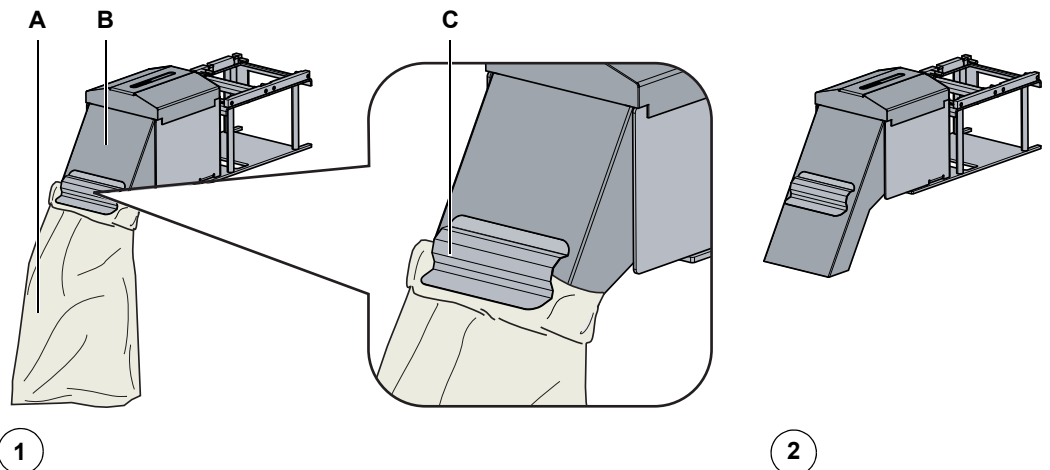

Fig. 7-10 Changement du sachet d'évacuation
- 1 Levez la fixation (C) pour retirer le sachet d'évacuation (A) Fig. 7-10 , 7-21.
- 2 Jetez le sachet d'évacuation (A) de manière appropriée Fig. 7-10 , 7-21.
- 3 Installez et fixez un nouveau sachet d'évacuation DiTi (A) sur la goulotte d'évacuation des DiTi usés (B), avec le dispositif de fixation (D) Fig. 7-10 , 7-21.